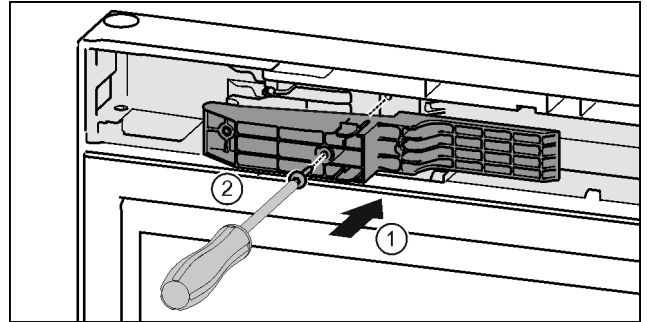

Fig. 48 *
- ▶ Insertar la pieza adaptadora en la escotadura del lado del tirador. Fig. 48 (1)*
- ▶ Apretar los tornillos con el destornillador T15. Fig. 48 (2)*